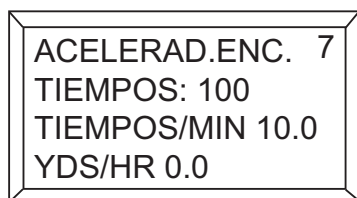

Figura 28. Pantalla de emboladas por minuto
- Recorra la **pantalla de lectura digital** con el interruptor de recorrido para pasar a la pantalla 7 (Figura 28). Esta pantalla mostrará el volumen en emboladas por minuto.